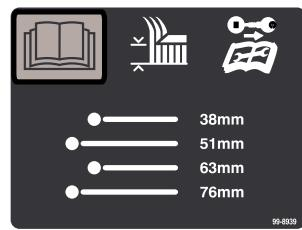
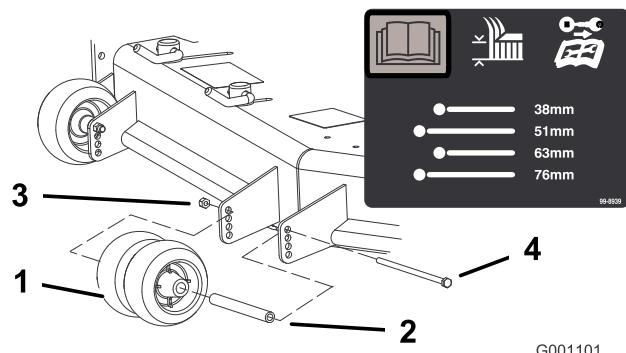
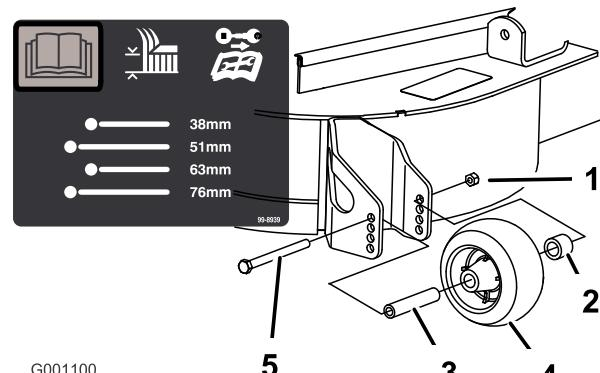

Figure 17
Figure 18
Figure 19
3. Après avoir réglé la hauteur de coupe, réglez les galets en retirant lécrou à colerette, la bague, lentretoise et le boulon (Figure 17, Figure 18 et Figure 19).
Remarque: Les deux galets centraux ne sont pas munis dentretoise (Figure 18).
5. Posez lécrou à colerette, la bague, lentretoise et le boulon. Serrez à 54-61 Nm (Figure 17, Figure 18 et Figure 19).